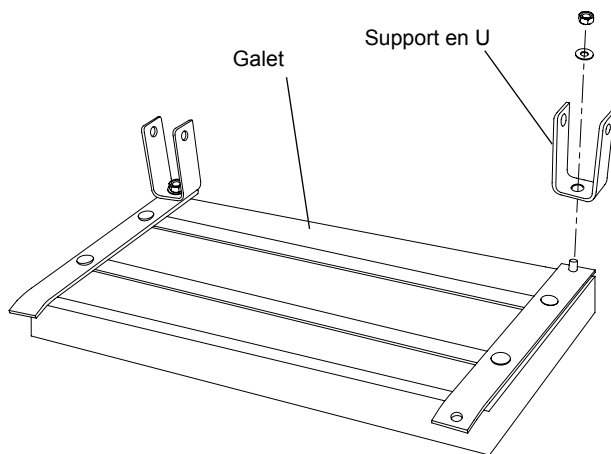

Figure 1 : Installation des supports en U
1. Placez le siège du galet face vers le sol, et au moyen d'un écrou M6 et d'une rondelle, fixez chacun des supports en U comme illustré dans la figure 1.